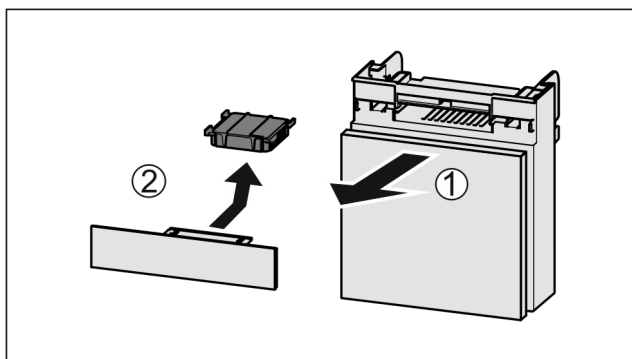

Fig. 172
- Zásuvku vytáhněte dopředu Fig. 172 (1).
- Filtr s aktivním uhlím vyjměte Fig. 172 (2).